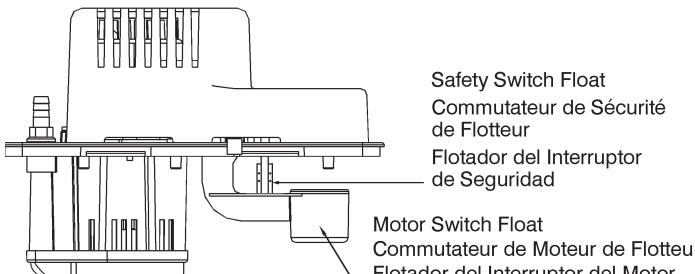

Figure 6
- Be sure floats move freely. Clean as necessary (Fig. 6).
- Test motor switch by raising motor switch float with finger (Fig. 6). Motor should turn on just before float contacts cover.
- Veillez à ce que les flotteurs bougent librement. Nettoyez-les au besoin (Fig. 6).
- Tester le commutateur de moteur en levant le commutateur de moteur du flotteur avec le doigt (Fig. 6). Le moteur doit se mettre en marche avant que le flotteur ne touche le couvercle.
2. Asegúrese de que el flotador se mueva libremente. Limpie cuando sea necesario (Fig. 6).
3. Pruebe el interruptor del motor, levantando su flotador con el dedo (Fig. 6). El motor deberá activarse, antes de que el flotador entre en contacto con la cubierta.